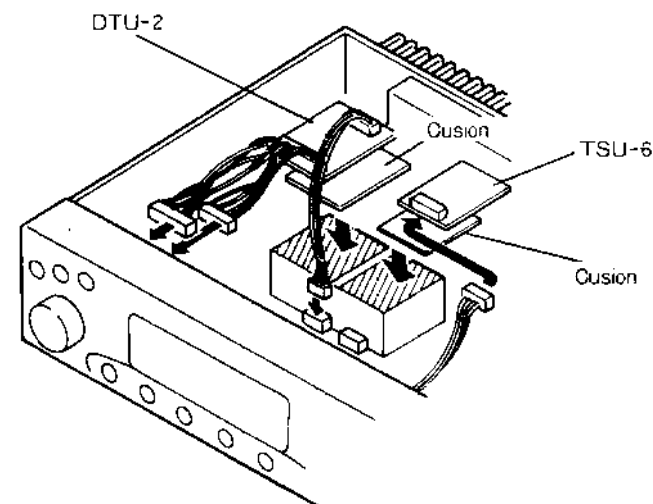

Fig. 3
2. Sujete los tres cables del DRU-1 en el transceptor como se muestra en la Fig. 3. No se olvide de sujetar el TSU-6 como se muestra si está instalando esta unidad al mismo tiempo (Fig. 4)
Sujete estas unidades en la parte superior de la caja protectora de VCO (Fig. 3).